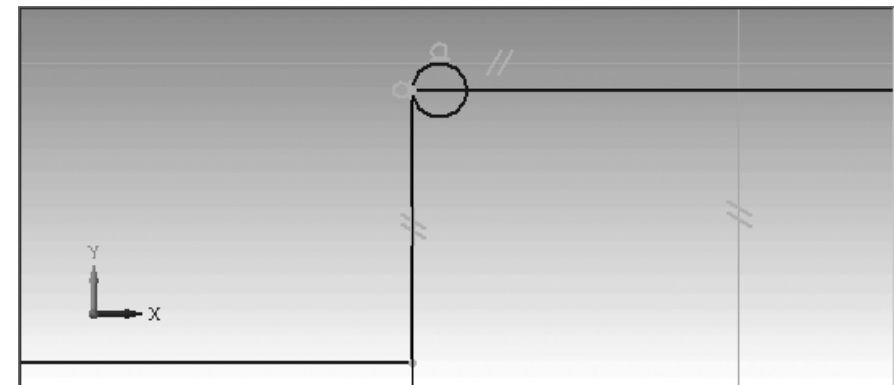

Рис. 2.65. Результат построения окружности для построения скругления
- щелкните на **Специальной панели инструментов** по кнопкам **←** – **Создать объект** и **STOP** **Прервать команду**. Останется одна окружность (рис. 2.65).